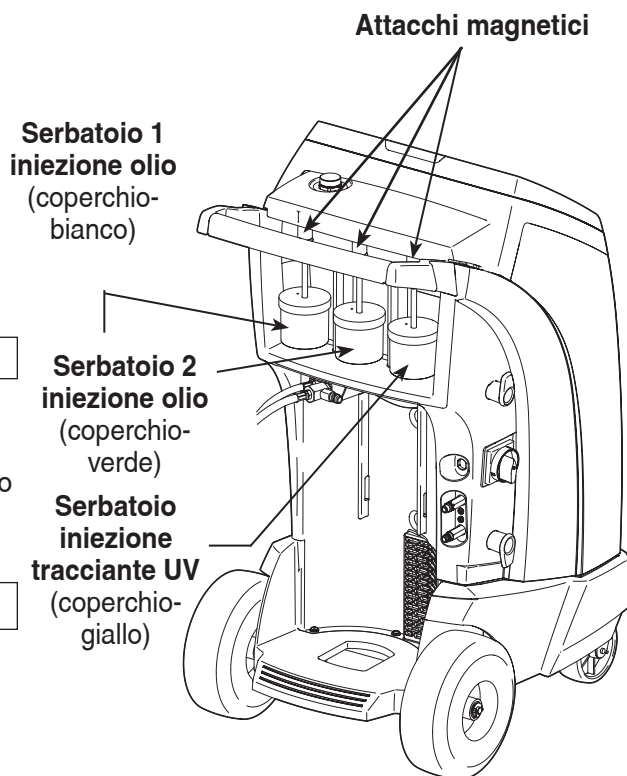

Figura 21
1. Rimuovere i serbatoi di iniezione del tracciante e dell'olio dalle rispettive bilance. Vedi Figura 21.